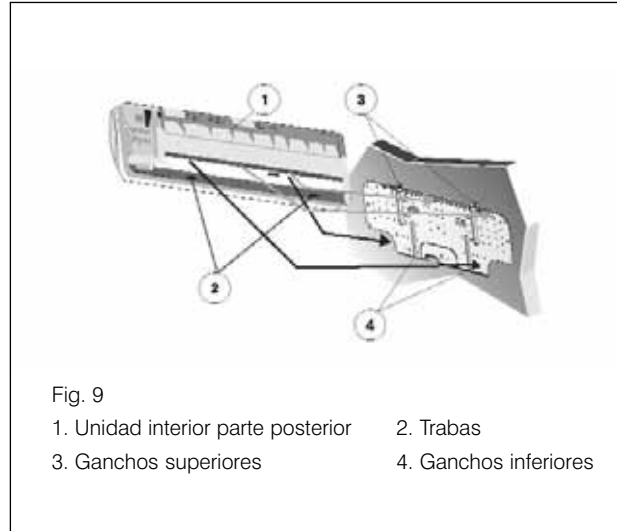

Fig. 9
- 1) La ilustración 9 muestra el emplazamiento de la tabla de montaje según el tamaño de la unidad. Vea el diseño correspondiente a una unidad (marcado en cuadrado).